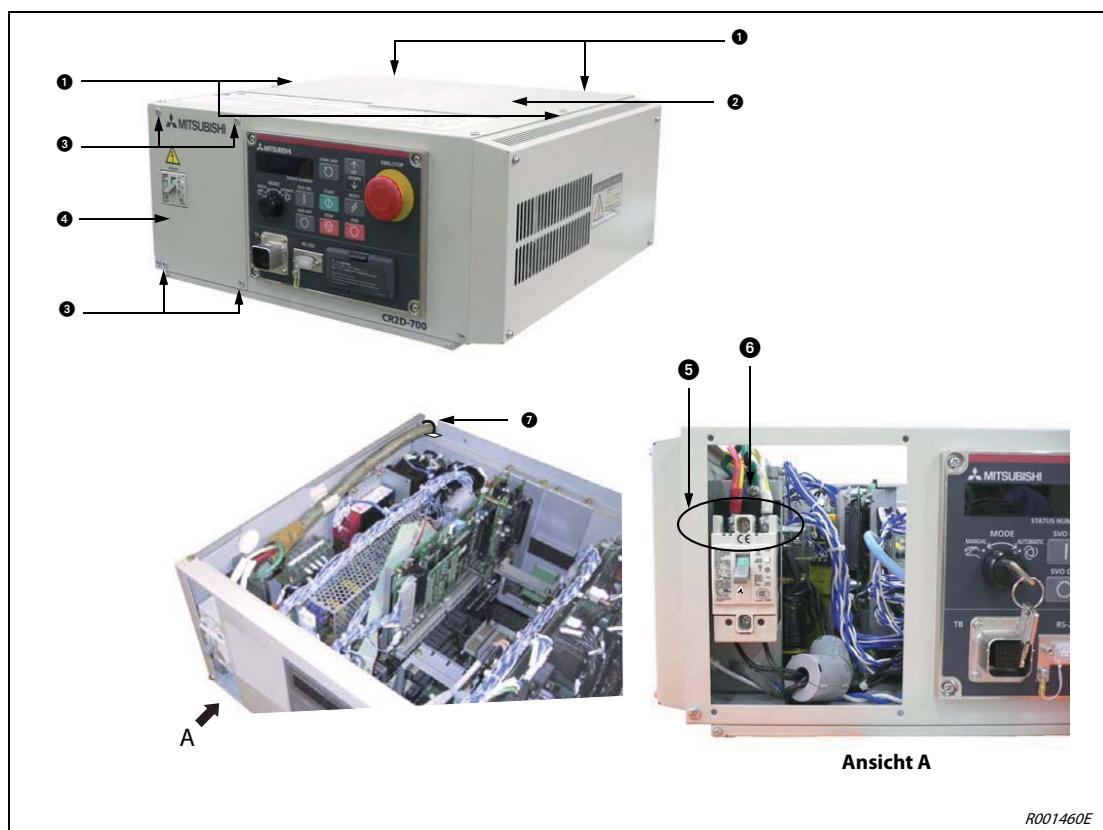

Abb. 4-6: Anschluss der Netzzuleitung und Erdung am Steuergerät CR2DA und an der Antriebseinheit DU2A
- ① Vergewissern Sie sich, dass die Netzspannung und der Leistungsschalter des Steuergeräts bzw. der Antriebseinheit ausgeschaltet sind.
- ② Lösen Sie die vier Schrauben ① der Abdeckung ② und entfernen Sie diese. Lösen Sie die vier Schrauben ③ der Leistungsschalterabdeckung ③ und entfernen Sie diese Abdeckung.
- ③ Entfernen Sie die Klemmenabdeckung des Leistungsschalters ⑤.
- ④ Bereiten Sie die Netzzuleitung und das Erdungskabel vor. Verwenden Sie Kabel mit einem Mindestquerschnitt von $2,5 \text{ mm}^2$.
- ⑤ Schließen Sie die Netzzuleitung entsprechend der Abb. 4-6 an die Klemmen des Leistungsschalters an. Verbinden Sie das Erdungskabel mit dem durch PE gekennzeichneten Erdungsanschluss ⑥ am Gehäuse des Steuergeräts.
- ⑥ Befestigen Sie die Klemmenabdeckung des Leistungsschalters wieder. Wenn sie einrastet, hören Sie ein Klicken.
- ⑦ Verlegen Sie die Netzzuleitung durch die Kabelzuführung in der Rückabdeckung ⑦.
- ⑧ Befestigen Sie die Abdeckung und die Leistungsschalterabdeckung.